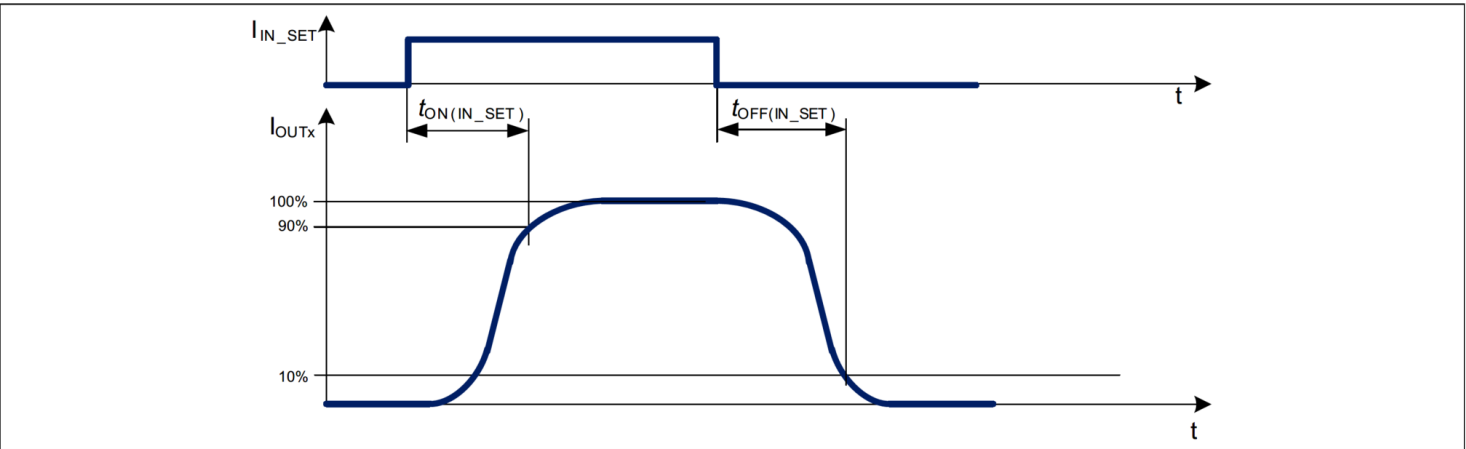
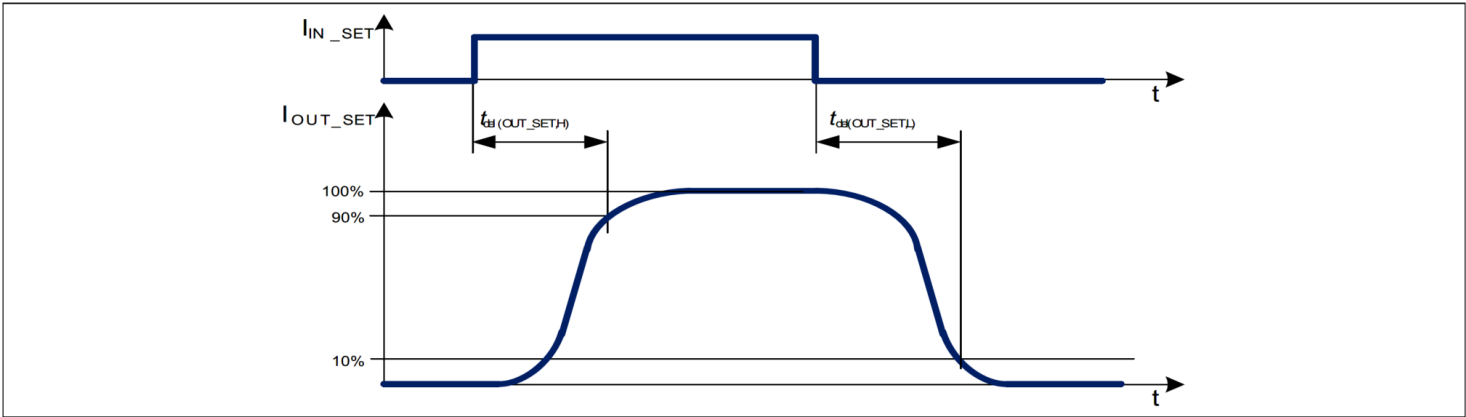
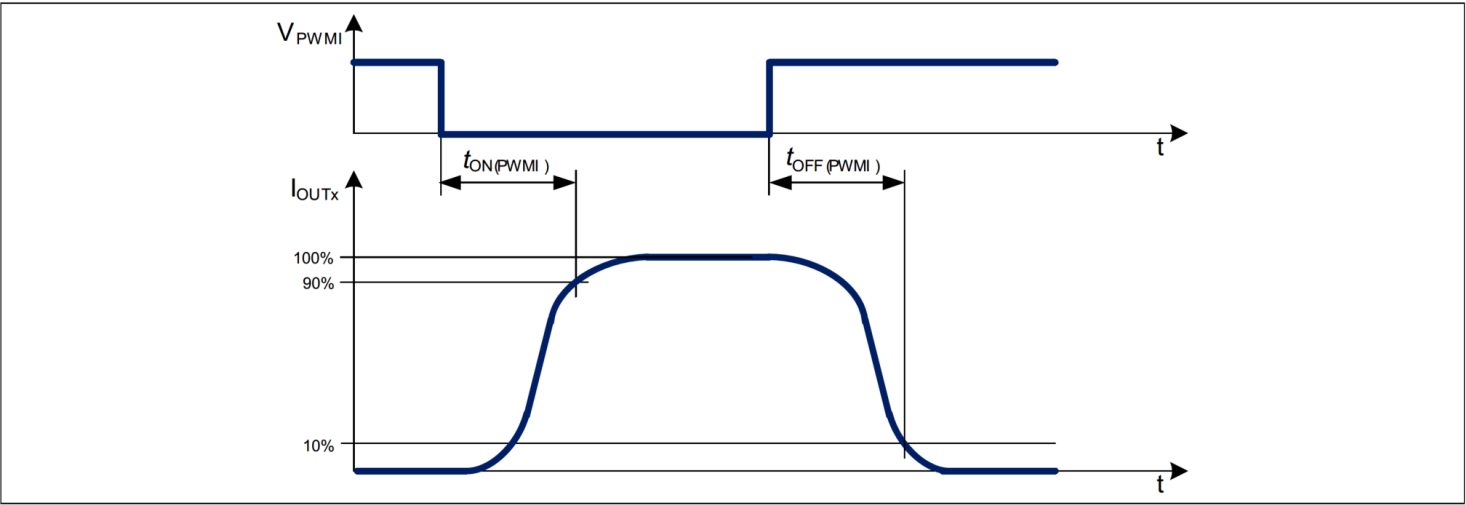

图 12 IN_SET 开启和关闭延迟时序图
图 13 IN_SET 至 OUT_SET 激活和停用延迟时序图
图 14 PWMI 开启与关闭时序图
下图（图 12、图 13、图 14）显示了不同驱动输入对输出激活延迟的影响。
2) 参考 图 12
3) 参考 图 13
4) 参考 图 14